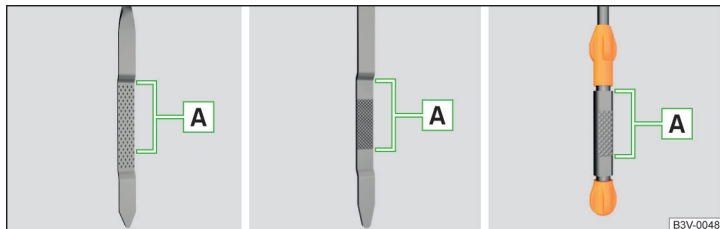

Abb. 326 Ölmessstabvarianten
Der Ölstand muss im Bereich **A** liegen » Abb. 326. Liegt der Ölstand unterhalb des Bereichs **A**, das Öl nachfüllen.
- Der Ölstand darf keinesfalls außerhalb des Bereichs **A** liegen » Abb. 326 - anderenfalls besteht die Gefahr der Beschädigung des Motors sowie der Abgasanlage.